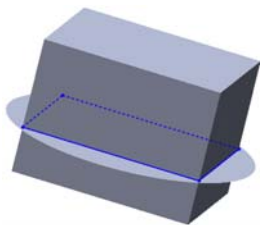

图 10.6.10 切削分割
Step4. 单击“切削分割”对话框中的  按钮，完成图 10.6.10 所示的切削分割的创建。